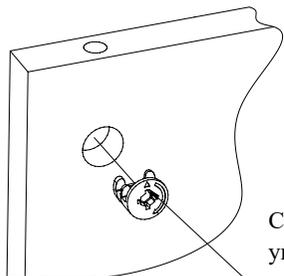

Рис.2
2. Вставьте головки минификсов в детали 2, 3, 4, 5, 6, 7 (Рис. 2).